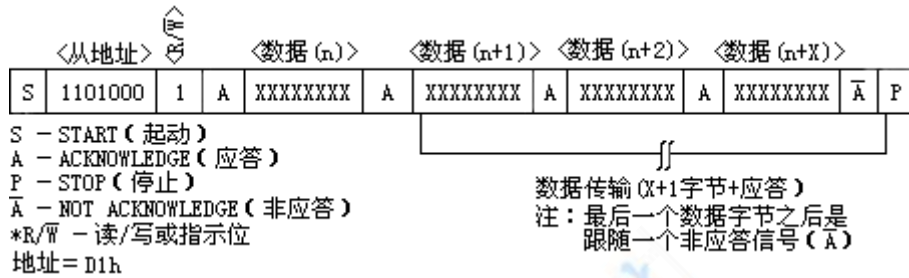

图7 数据读—从器件发送模式
2、从发送器模式 (读 DS1307 模式) 对第一个字节的接收和处理, 同从接收器模式一样。然而在这种模式中, 指示位将指示传输地址是无效的。当 SCL 上有串行时钟输入时, 串行数据通过 DS1307 在 SDA 上传输, START (起动) 条件和 STOP (停止) 条件用于识别串行传输的始末端 (见图 7) 在由主器件产生的 START (起动) 条件后, DS1307 接收到的第一个字节为器件地址, 包含一个 7 位的 DS1307 地址: 1101000, 跟随在指示位 (R/~W) 之后 (此时为读操作, 该位为 1) 在接收并译出地址信息后, DS1307 将在 SDA 线上输入一个应答。然后, DS1307 将开始传送以寄存器指针所指定的寄存器地址为起始的数据。如果在读模式初始化前没有写入寄存器指针, 则读出的第一个地址是存储在寄存器指针中的最后一个。当要终止读操作时, DS1307 必须接收一个“不应答”。